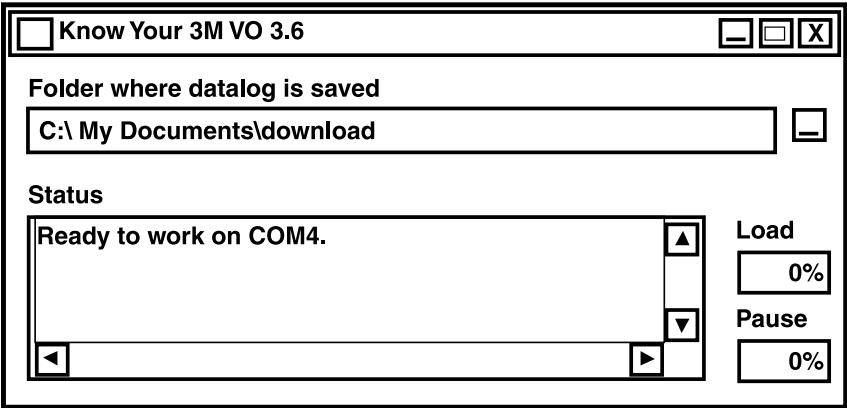

Fig. 35
- 1. Abra el Programa de administración de datos del Detector Serie 740 (Fig. 35).